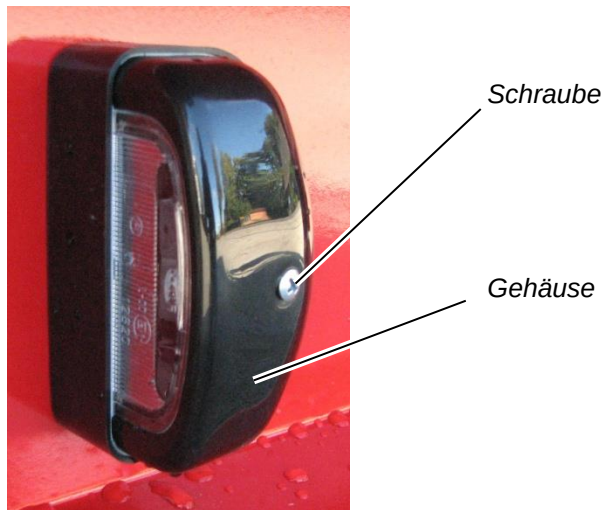

Abbildung 55: Kennzeichenleuchte
- ⇒ Schrauben Sie die Schraube aus der Kennzeichenleuchte heraus (siehe Abbildung 55).
- ⇒ Ziehen Sie das Gehäuse ab (siehe Abbildung 55).